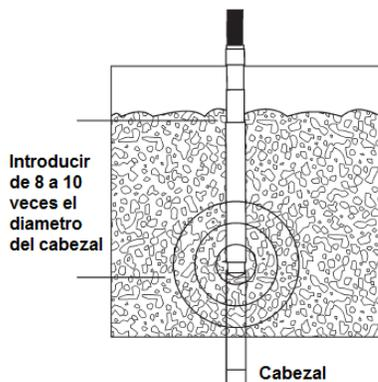

Figura 3
- 5.3.2 El vibrador de concreto descende durante la vibración dentro del concreto por su propio peso haciendo penetraciones verticales a una profundidad de 8 a 10 veces el diámetro de su cabezal vibratorio. Ver figura 3.